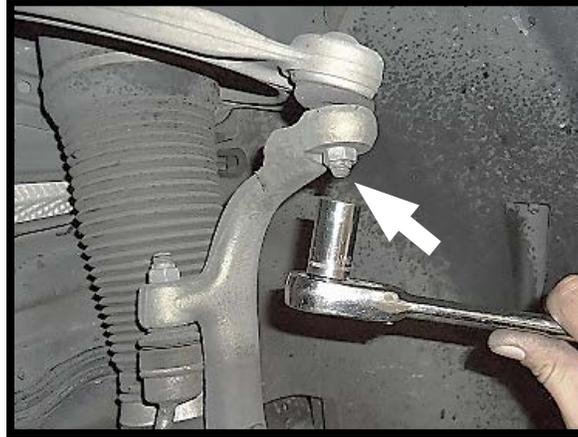

FIGURA 13
8. ALLENTARE IL DADO DEL BRACCIO SUPERIORE. (FIGURA 13)